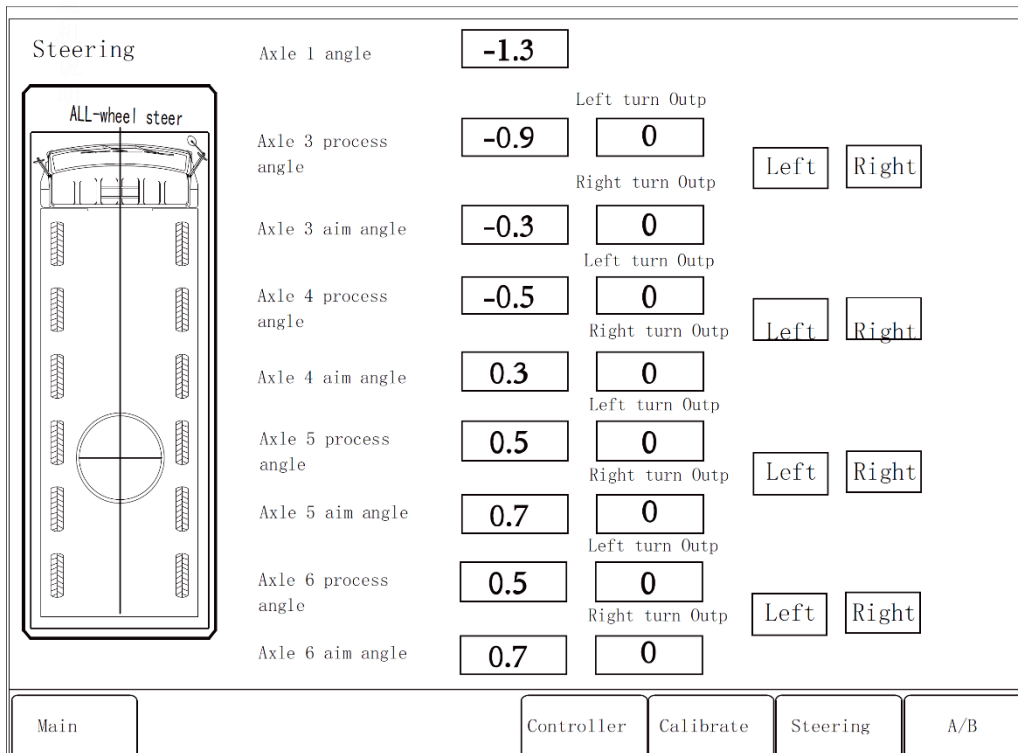

Figura 3-20 Direção
Pressione a tecla de função F4 “Direção” na tela principal para alternar para a tela a seguir. Consulte a figura 3-20.
- Pressione a tecla de função “Calibragem do sensor” na Figura 3-20.